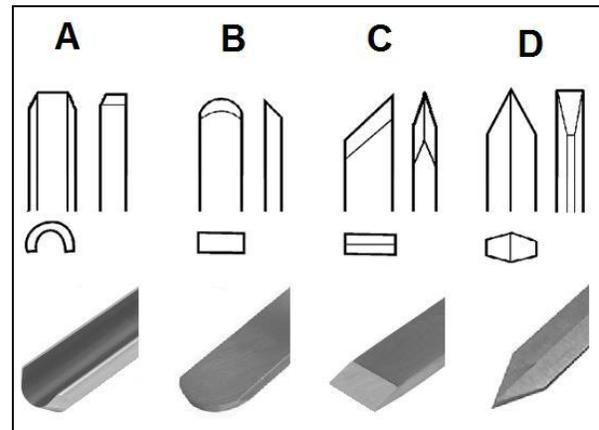
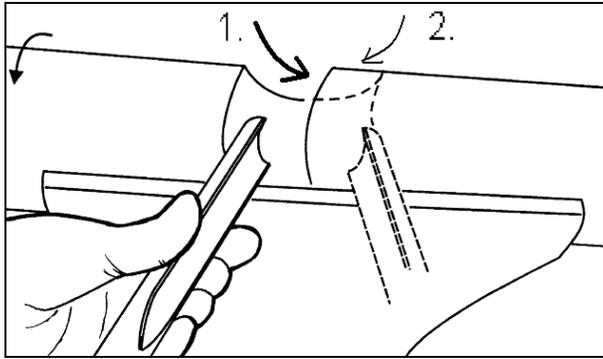
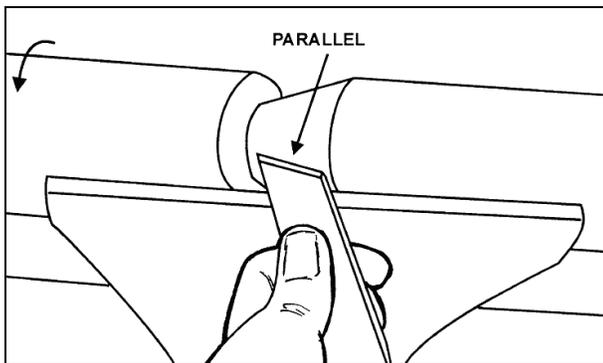

Fig 16
Fig 17
Fig 18
**La gouge (A, Fig. 16).** Outil le plus important, il sert au dégrossissage, au creusage des bols et assiettes et au tournage de rétrécissements (Fig.17).
**Racloir (B, Fig. 16).** Sert au calibrage intérieur et extérieur et à l'élimination des stries d'usage.
**Biseau (C, Fig. 16).** Sert au tournage de rainures en V et au calibrage extérieur. Tenir le tranchant parallèlement au sens de la coupe (Fig. 18).
**Piquet (D, Fig. 16).** Sert au travail direct dans la pièce d'œuvre, par ex. pour détalonner et pour délimiter. Il peut aussi servir de racloir.
Pour les bois durs, il se peut que des entailles du côté de la poupée fixe soient nécessaires (voir Fig 16).